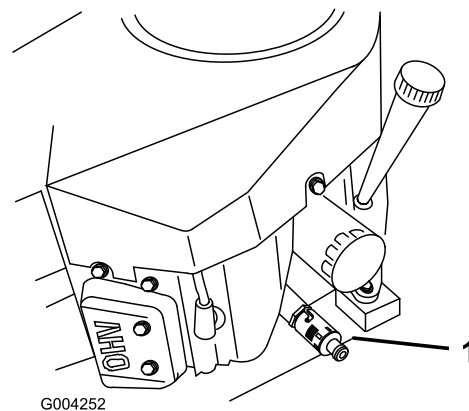

Figura 32
- Retire el filtro de aceite usado (Figura 32).
- Aplique una capa fina de aceite nuevo a la junta de goma del filtro nuevo (Figura 32).
- Instale el filtro de repuesto en el adaptador de filtro; gire el filtro en el sentido de las agujas del reloj hasta que la junta de goma entre en contacto con el adaptador del filtro, luego apriete el filtro tres cuartos de vuelta más (Figura 32).